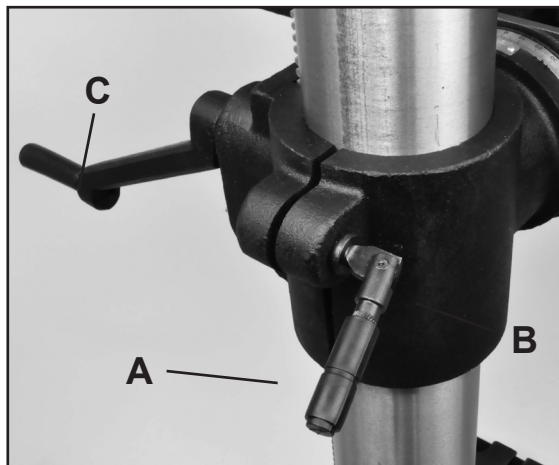

Figura 19
1. Afloje la manija de bloqueo de la columna (Figura 19, A) en el soporte de la mesa (B).
2. Gire la manivela (C) para levantar o bajar la mesa a la altura deseada.
3. Apriete la manija de bloqueo de la columna (A).